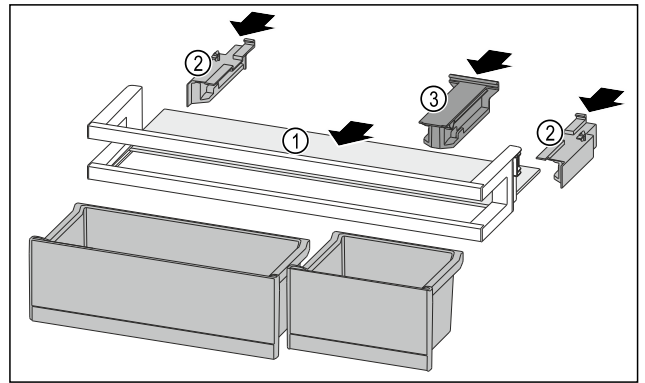

Fig. 196
- ▶ Draagplateau Fig. 196 (1) in de zijdelingse uitsparingen schuiven.
- ▶ Zijdelen Fig. 196 (2) plaatsen.
- ▶ Bevestigingsdeel Fig. 196 (3) plaatsen.